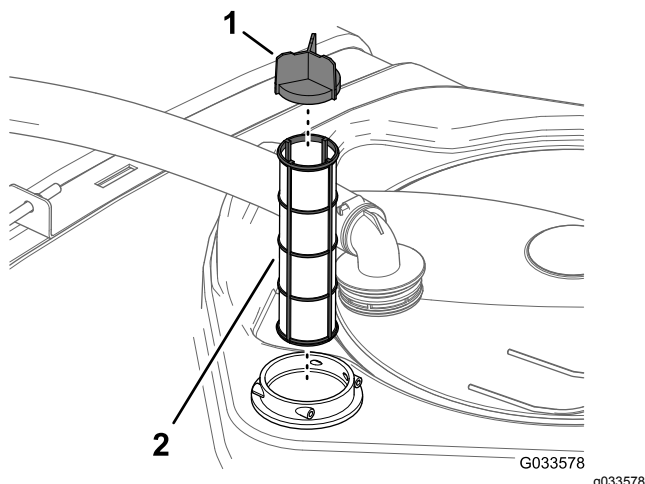

Figura 96
- Retire el filtro de aspiración del alojamiento del filtro del depósito (**Figura 96**).